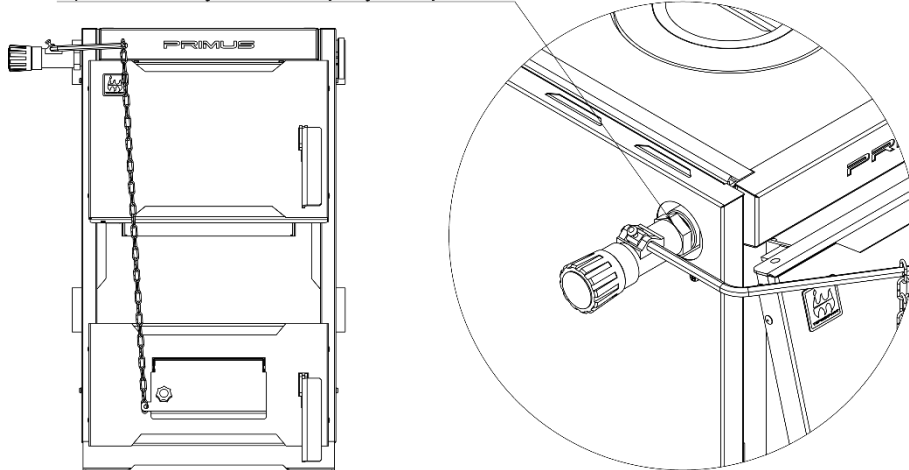

Рис. 8 Установка регулятора тяги
2. Выньте транспортировочную пластмассовую трубку и вместо нее вставьте шестигранный рычаг передней стороной, в которой нет отверстия и зафиксируйте рычаг затянув винт. Вставьте большой крючок цепочки в отверстие рычага. Регулятор тяги при этом должен быть установлен зажимным винтом вверх (рис. 8).